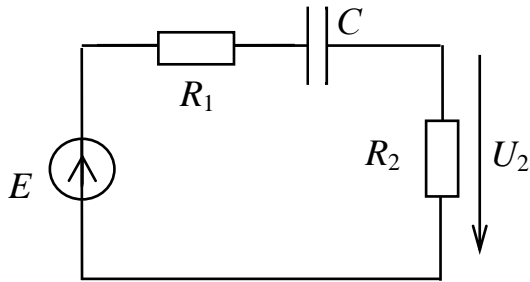

Рис. 6
3. Найдите АЧХ цепей, изображенных на рис. 6 и 7.
4. Для заданной частоты генератора постройте зависимость амплитуды напряжения на резисторе в схеме рис. 6 от величины емкости конденсатора.